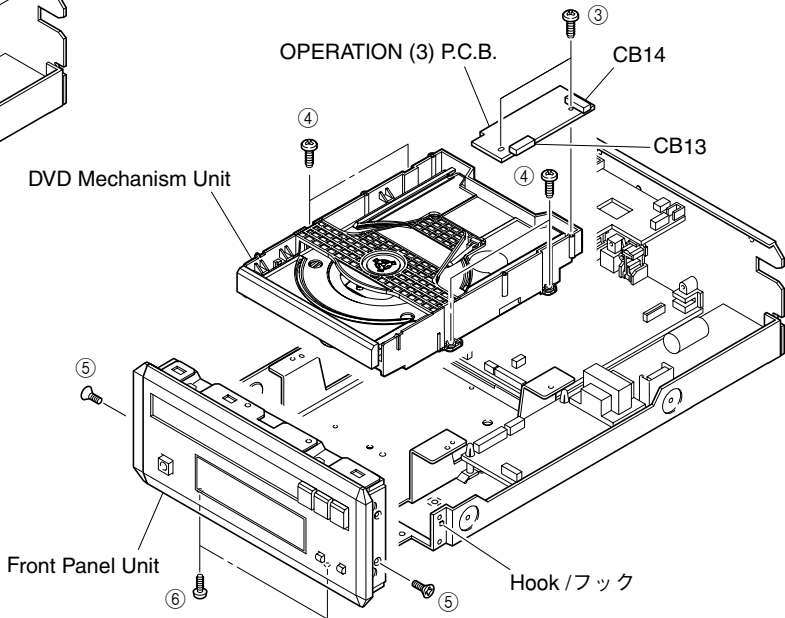
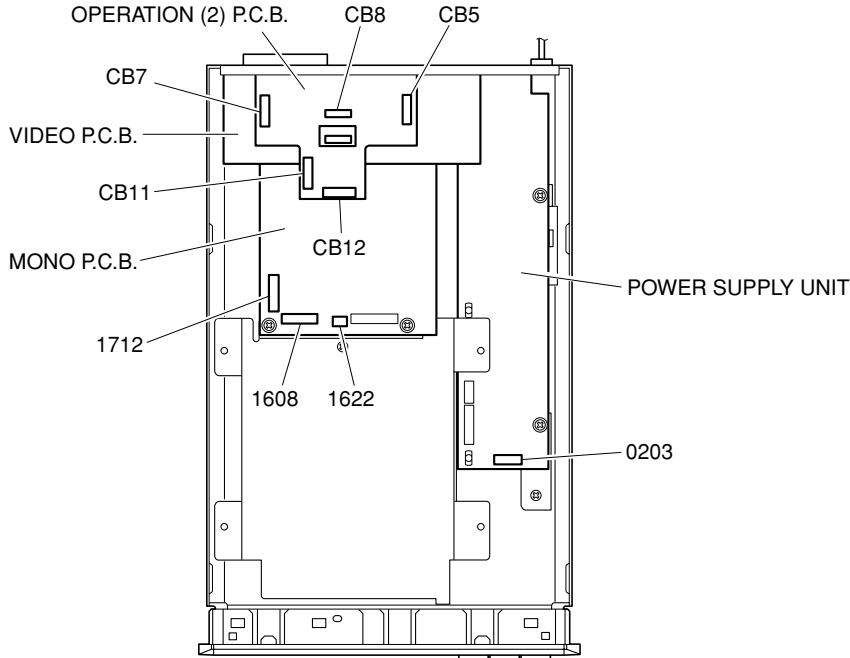
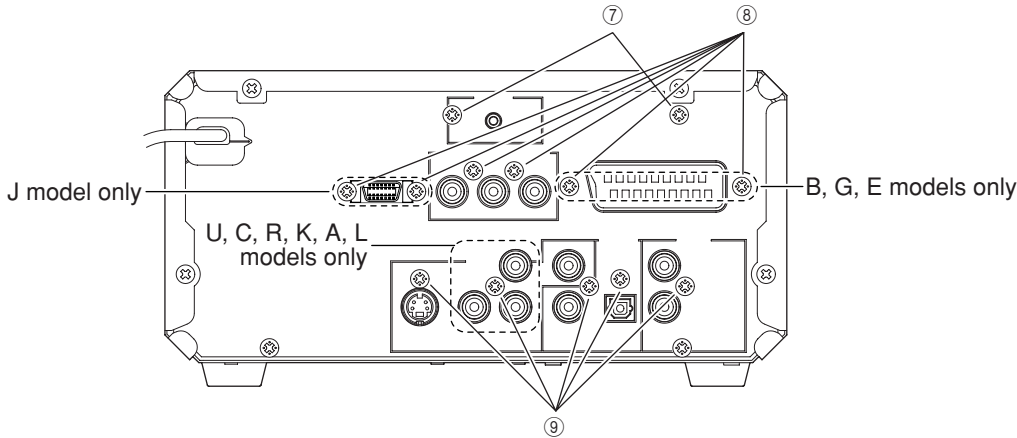

Fig. 2
Fig. 3
Fig. 4
2. Removal of OPERATION (3) P.C.B. and DVD Mechanism Unit
- a. Remove 2 screws (③) in Fig. 2.
- b. Remove a connectors (CB13, CB14) in Fig. 2.
- c. Remove the OPERATION (3) P.C.B.
- d. Remove 4 screws (④) in Fig. 2.
- e. Remove a connector (CB12) in Fig. 3.
2. OPERATION (3) P.C.B.、DVDメカユニットの外し方
- a. ③のネジ2本を外します。(Fig. 2)
- b. コネクター CB13、CB14を外します。(Fig. 2)
- c. OPERATION (3) P.C.B.を取り外します。
- d. ④のネジ4本を外します。(Fig. 2)
- e. コネクター CB12を外します。(Fig. 3)
- a. Remove 2 screws (⑤), 2 screws (⑥) in Fig. 2.
- b. Remove a connectors (CB5, 0203, 1608, 1622) in Fig. 3.
- a. ⑤のネジ2本、⑥のネジ2本を外します。(Fig. 2)
- b. コネクター CB5、0203、1608、1622を外します。(Fig. 3)
4. Removal of OPERATION (2) P.C.B.
- a. Remove 2 screws (⑦) in Fig. 4.
- b. Remove a connectors (1712, CB7, CB8, CB11) in Fig. 3.
- c. Remove the OPERATION (2) P.C.B.
4. OPERATION (2) P.C.B.の外し方
- a. ⑦のネジ2本を外します。(Fig. 4)
- b. コネクター 1712、CB7、CB8、CB11を外します。(Fig. 3)
- c. OPERATION (2) P.C.B.を取り外します。
- a. Remove 4 screws (⑧) in Fig. 4.
- a. ⑧のネジ4本を外します。(Fig. 4)
- a. Remove 5 (U, C, R, K, A, L models) / 4 (B, G, E models) screws (⑨) in Fig. 4.
- a. ⑨のネジ4本を外します。(Fig. 4)